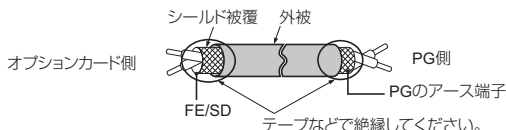
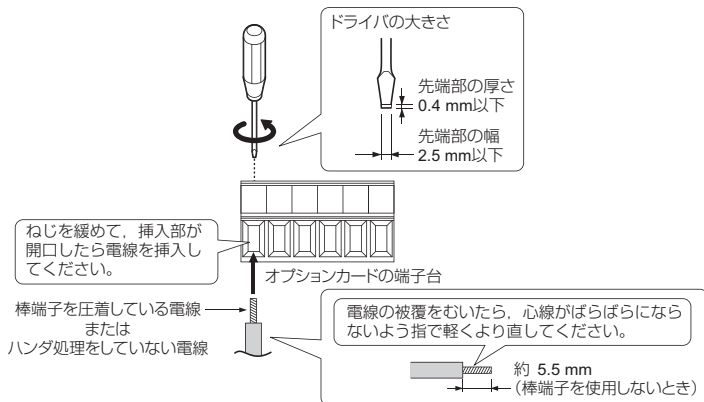

図6 シールド線の末端処理
図7 電線の末端処理と配線
4. 図6と図7を参考に電線の末端処理してください。配線時の締め付けトルクについては、「電線サイズと締め付けトルク」(31ページ)を参照してください。すべての電線が確実に固定されているか、電線の被覆が端子台の挿入部に噛み込んでいないかを確認してください。また、はみ出した心線はすべて切断してください。
5. オプションカードの端子台とPGを接続してください。配線については図6と図7を参照してください。また、接続図については図21を参照してください。端子の詳細については、「端子の機能」(32ページ)を参照してください。